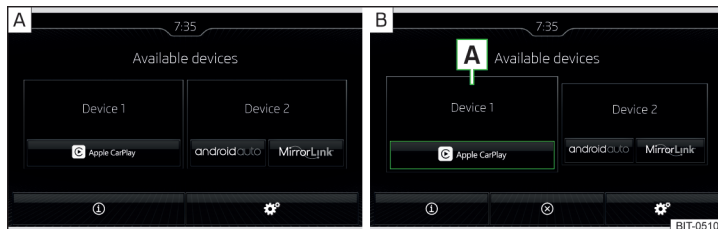

Fig. 196 Menú principal: ninguna conexión / ejemplo de una conexión activa
- Seleccionar en el menú principal SmartLink el equipo externo conectado y dado el caso el tipo del sistema de comunicación » fig. 196 - **A**.
- Para finalizar la conexión, pulsar en el menú principal SmartLink la superficie funcional **⊗** » fig. 196 - **B**.